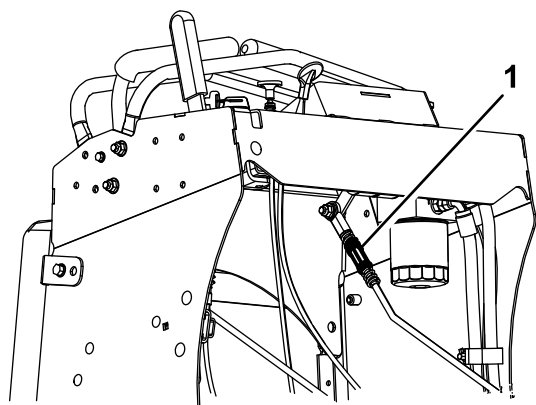

Figura 41
5. Gire la varilla de ajuste del lado izquierdo de la máquina (Figura 41).